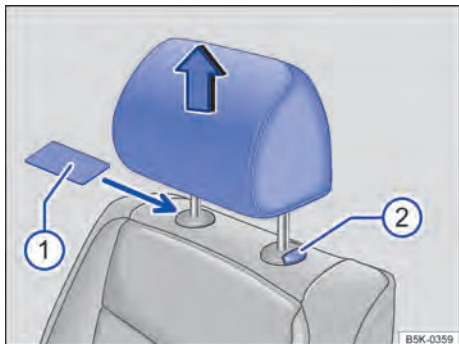

Fig. 51 Desinstalar o apoio para cabeça dianteiro.
- Se necessário, empurrar um objeto plano, por exemplo, um cartão de plástico, entre o revestimento do encosto do banco e a capa de cobertura da barra guia do apoio para cabeça $\Rightarrow$ Fig. 51 (1) para destravar.
- Retirar o apoio para cabeça com o botão (2) pressionado.